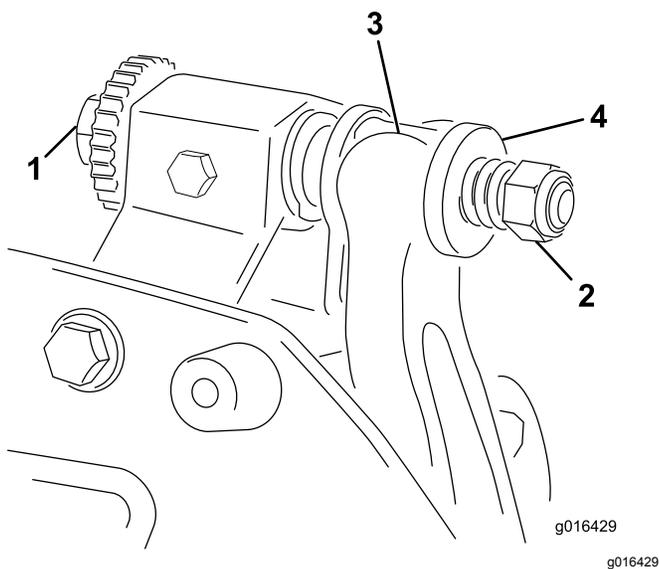

Рисунок 21
1. Поверните регулировочный болт планки неподвижного ножа против часовой стрелки, чтобы отвести неподвижный нож от барабана (Рисунок 21).
- Отвинчивайте гайку натяжения пружины до тех пор, пока шайба больше не будет нажимать на планку неподвижного ножа (Рисунок 21).
- Установите планку неподвижного ножа, расположив монтажные проушины между шайбами и регулировочным болтом планки неподвижного ножа (Рисунок 21).